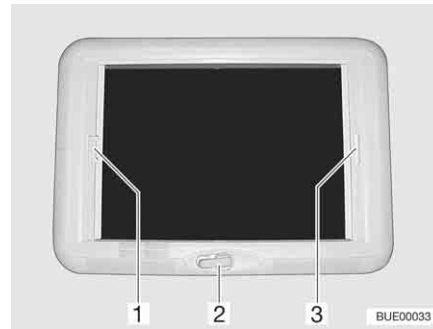

Fig. 88 Oblò a manovella
- Ruotare la manovella (Fig. 88,2) fino a quando non si incontra resistenza.
- Tirare la tendina oscurante pieghevole per la maniglia (Fig. 88,3) e rilasciarla alla posizione desiderata. La tendina oscurante pieghevole rimane in questa posizione.
- Tirare la protezione contro gli insetti per la maniglia (Fig. 88,1) verso la maniglia contrapposta della tendina oscurante pieghevole (Fig. 88,3) e farla innestare.
- Tirare la maniglia della protezione contro gli insetti (Fig. 88,1) dietro, verso l'alto, e sganciare la protezione contro gli insetti dalla tendina oscurante pieghevole (Fig. 88,3).